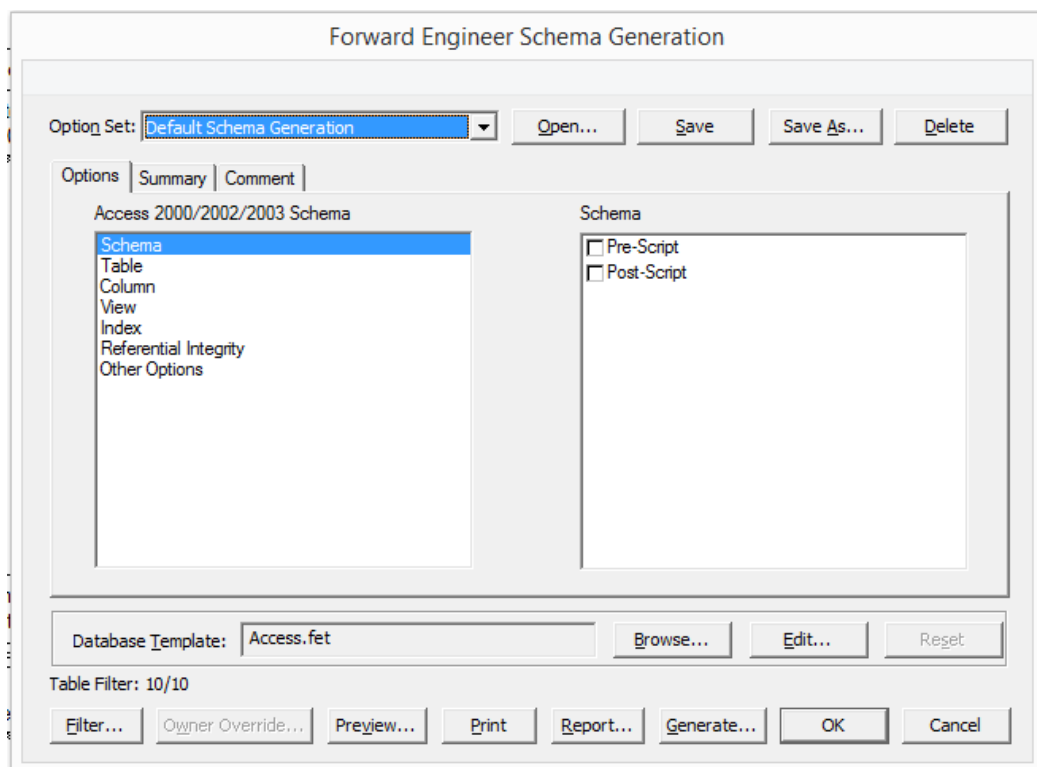

Рисунок 15
7. Створення бази даних на основі розробленої моделі (рисунок 15).